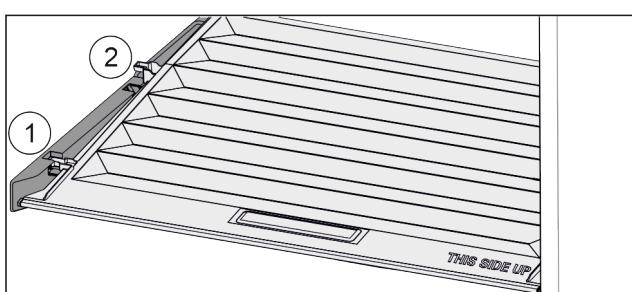

Fig. 89
- Pokrov povlecite naprej Fig. 89 (1) do odprtine v držalnih delih.
- Zadaj ga od spodaj dvignite in odstranite Fig. 89 (2) navzgor.